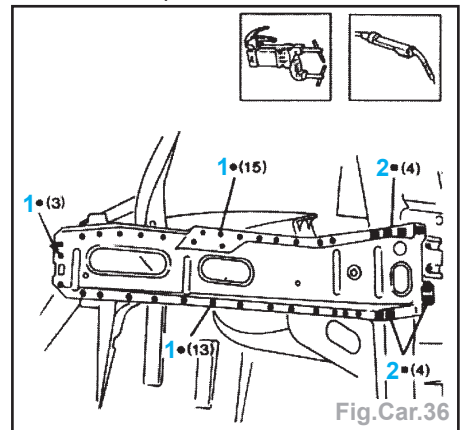

Fig.Car.36
- effectuer des soudures par points (1) et soudures de remplissage (2) (Fig.Car.36),